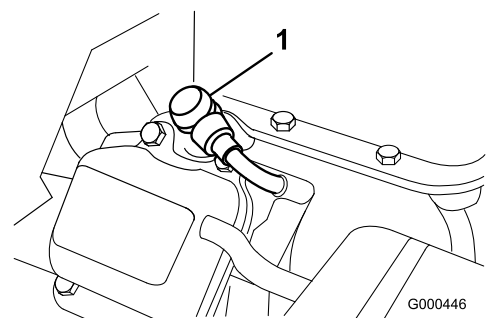

Figure 24
1. Débranchez la bougie (Figure 24).